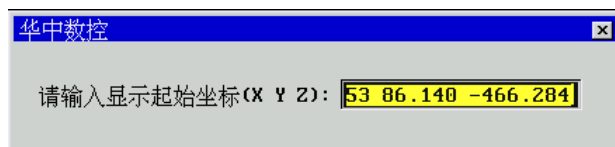

图 8.2.13 输入 X、Y、Z 轴显示起始坐标
- (3) 用▲、▼选中“手工输入数据”选项；
- (4) 按 **Enter** 键，弹出如图 8.2.13 所示对话框；